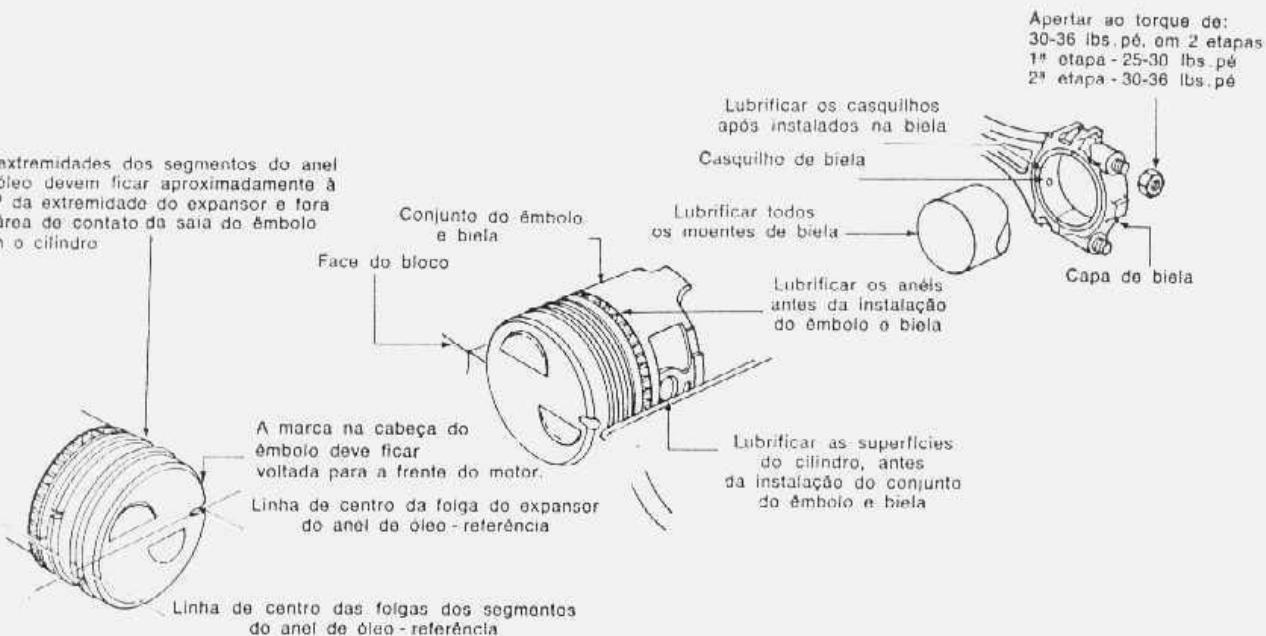

Fig. 39 — instalação dos êmbolos, anéis e bielas
As informações necessárias sobre a instalação dos êmbolos e bielas são fornecidas na fig. 39.
3. Verificar a posição dos anéis e o espaçamento das aberturas dos mesmos no êmbolo conforme indicado na fig. 39.